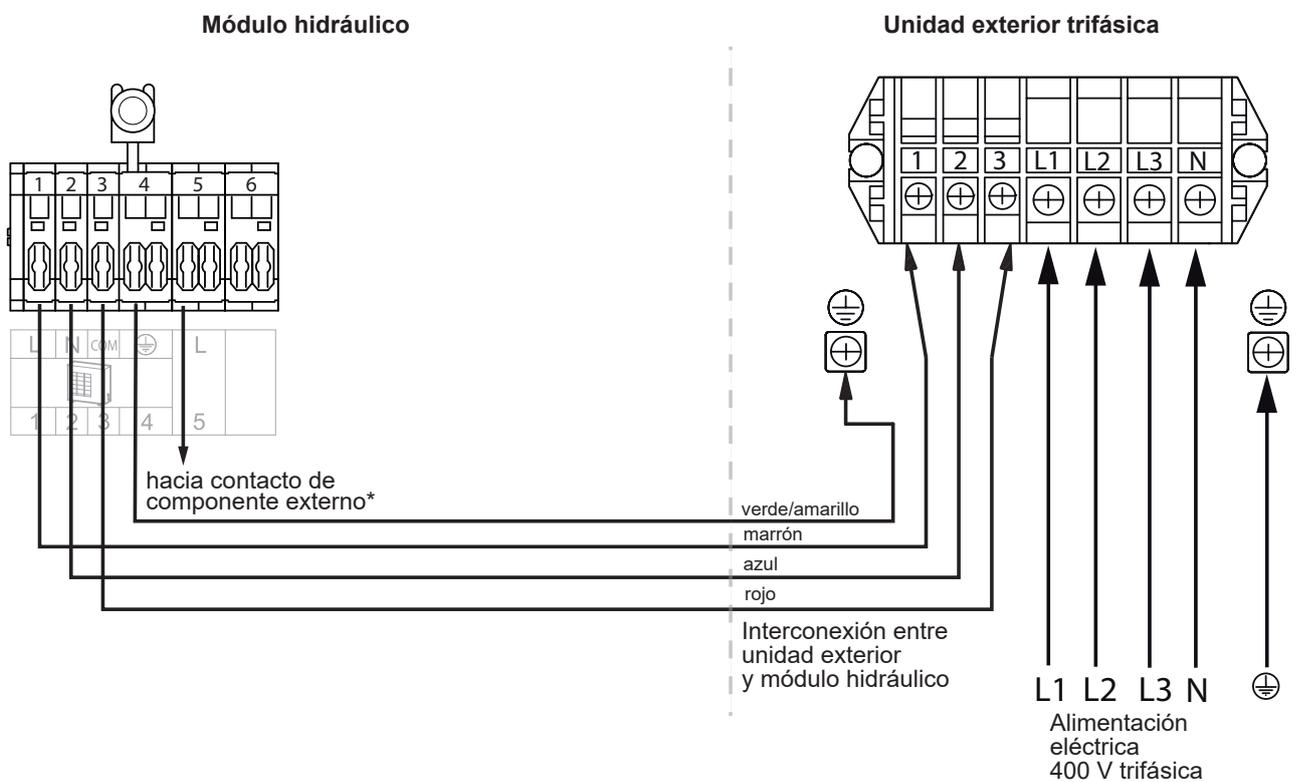

fig. 38 - Conexiones a las regletas y relés de potencia
- Realice las conexiones según el esquema *fig. 38, página 39*.
- Realice las conexiones según el esquema **fig. 38**, página 39.
- Realice las conexiones según el esquema fig. 38.